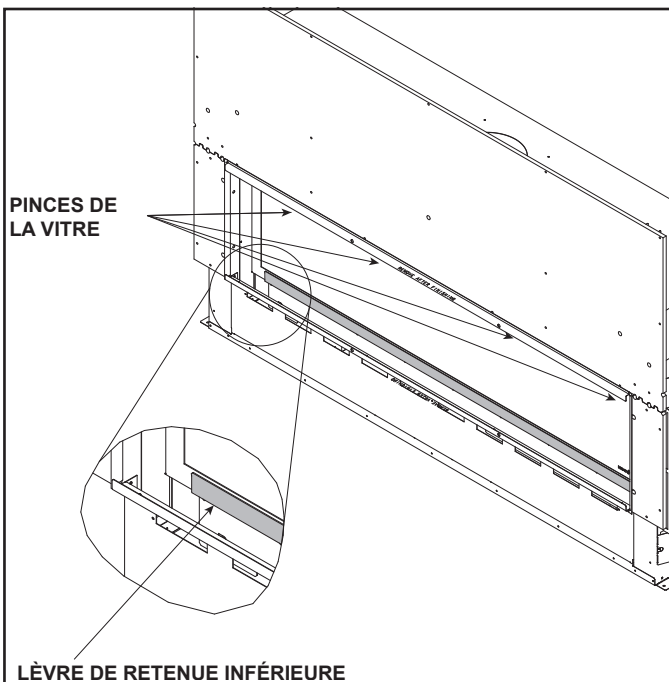

Figure 11.1 Panneau de verre fixe
3. Localisez les verrous de la vitre de l'appareil situés sur le bord supérieur de son cadre. Voir la figure 11.1.